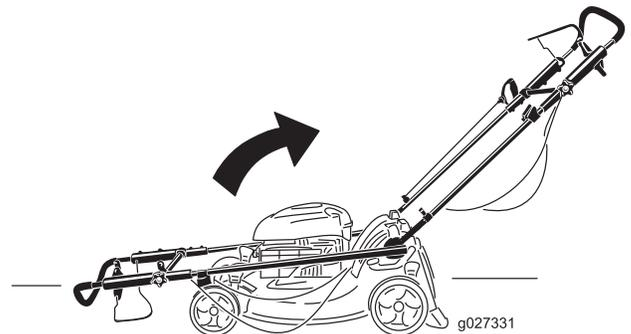

Bild 4
2. Klappen Sie den Bügel auf, wie in Bild 4 dargestellt.